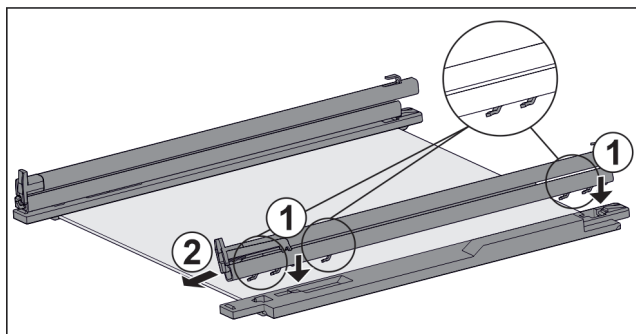

Fig. 138 带轨道和固定件的玻璃隔板
- ▶ 将轨道的挂钩放到左侧固定件的孔上。 Fig. 138 (1)
- ▶ 向前拉轨道。 Fig. 138 (2)
- ▶ 将轨道的挂钩放到右侧固定件的孔上。 Fig. 138 (1)